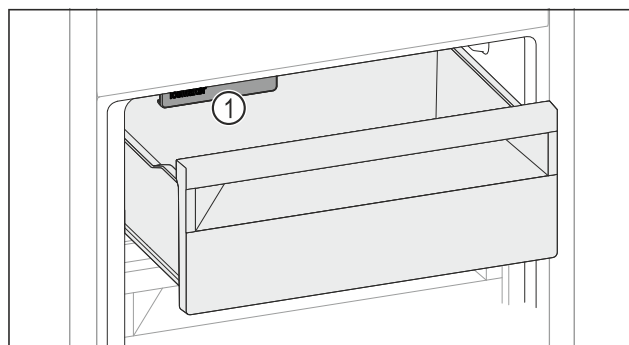

Fig. 126
- Võtke arvesse IceMaker Fig. 126 (1)it.